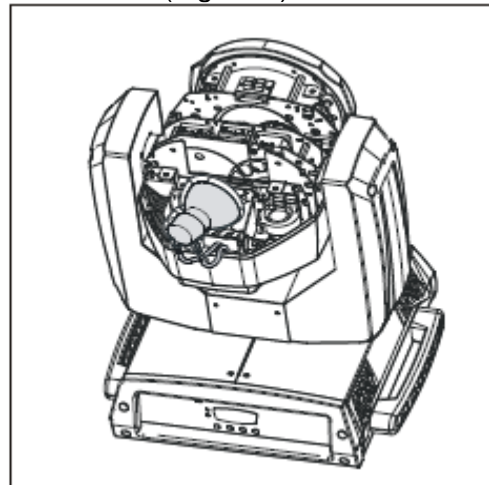

Figura 4
4. Scollegare la lampada e collegare la lampada in sostituzione (Figura 4).